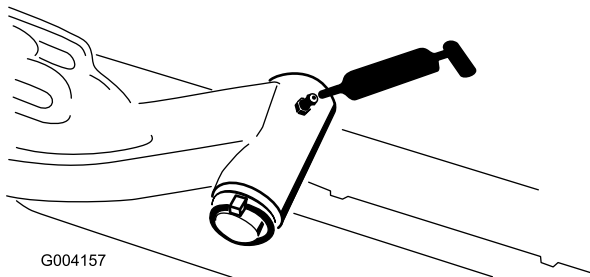

Figura 33
- Eje pivotante del brazo de elevación (1 en cada) (Figura 33)